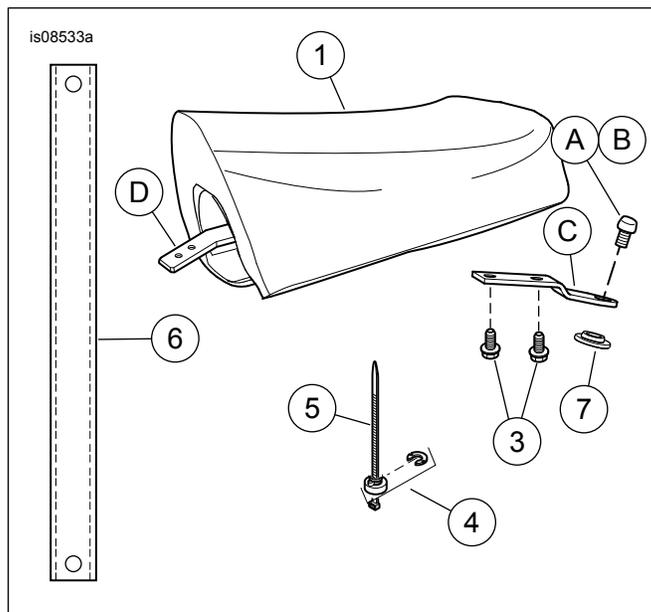

Figura 5. Piezas de servicio: Asiento trasero XL
Vea Figura 5 y Tabla 1.
8. Vea Figura 5. Instale la pieza de soporte del asiento nuevo (2). Asegure con tornillos (3). Ajuste a 4,5–6,8 N·m (40–60 in-lbs).